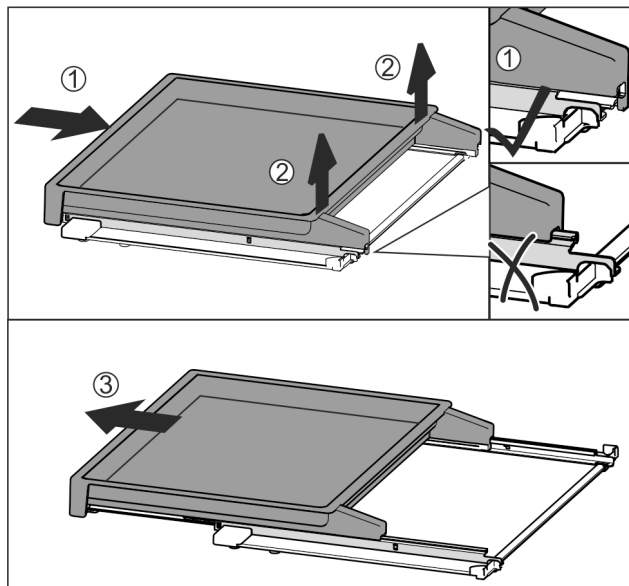

Fig. 133
- Împingeți complet raftul extractibil în interior Fig. 133 (1).
- Desfaceți blocarea din partea din spate Fig. 133 (2).
- Extrageți raftul extractibil către înainte Fig. 133 (3).